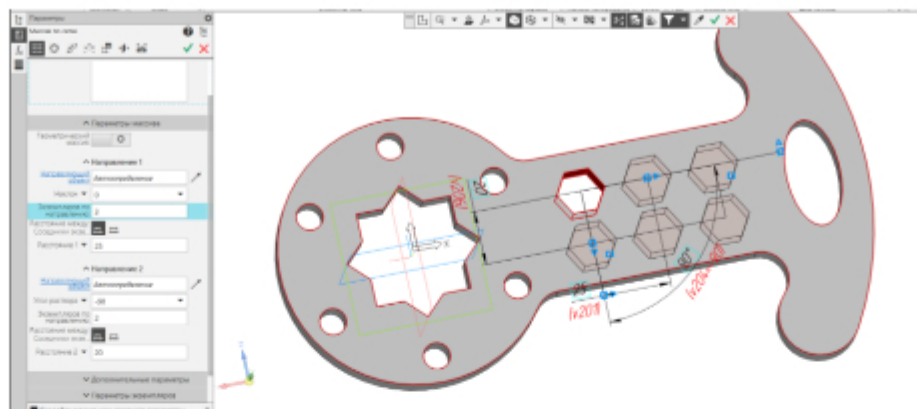

Рис. 21 Создание массива по сетке
- **Твердотельное моделирование – Массив, копирование – Массив по сетке.** Выбрать элемент массива, задать направление 1, указав отрезок, параллельный направлению или ось проекций, количество элементов по направлению 1, расстояние между элементами по направлению 1; аналогичный набор ограничений выбирают по направлению 2. Для направления 1 принять количество экземпляров 3, расстояние 25, для направления 2 указать угол раствора –  $90^0$ , количество экземпляров 2. (рис. 21).